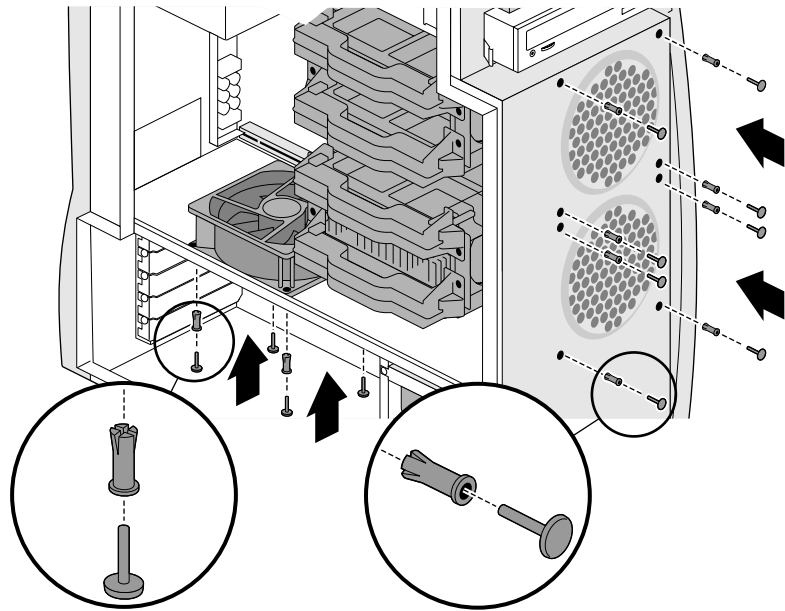

Abbildung 7-14 Installation des Lüfters und der Stifte
4. Setzen Sie alle Stiftdübel in den Lüfter ein unter Verwendung der mit dem neuen Lüfter mitgelieferten Stifte. Siehe Abbildung 7-14.